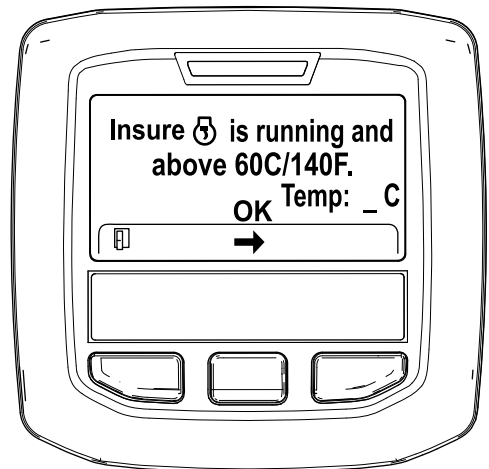

Figura 45
- Si la temperatura del refrigerante se encuentra por debajo de 60 °C (140 °F) aparece el mensaje "Insure  is running and above 60C/140F" (Asegúrese de que está funcionando y por encima de 60 °C/140 °F). (Figura 45).